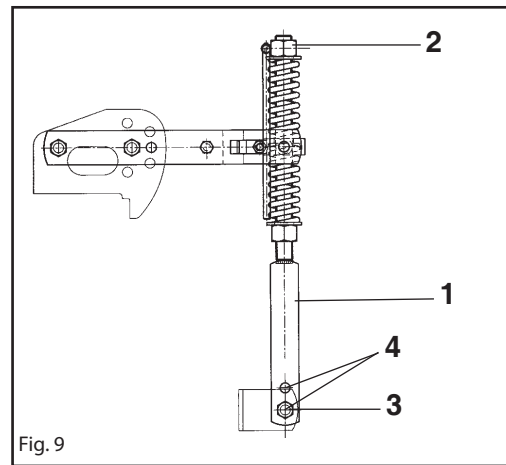

Fig. 9
- 6 - Il martinetto a molla (1 Fig. 9) oltre a sostenere la lamiera livellatrice ed ammortizzarla nel trasporto su strada, serve a evitare il ribaltamento della macchina durante il parcheggio.
La regolazione del precarico sulla molla si effettua avvitando e svitando il dado superiore (2 Fig. 9), agendo con l'apposita leva.
A seconda della posizione, determinata del bullone (3 Fig. 9) sui vari fori posti nel martinetto (4 Fig. 9) si riesce ad aumentare o diminuire l'effetto della lamiera livellante sul terreno.
- 6 - Besides supporting the levelling plate and acting as a shock absorber for it during road transport, the spring ram (1 Fig. 9) prevents the machine from overturning when parking. To adjust the spring pre-loading, screw or unscrew the upper nut (2 Fig. 9) using the spring adjuster. The effect of the levelling plate on the soil can be increased or decreased depending on the position, established by the position of the nut (3 Fig. 9) in the various holes in the ram (4 Fig. 9).
- 6 - Le vérin à ressort (1 Fig. 9) sert de soutien à la tôle de nivellement et de suspension pendant le transport sur route, pour éviter le basculement du cultivateur lors du stationnement. Pour régler la pression du ressort, vissez ou dévissez l'écrou supérieur (2 Fig. 9) avec la manivelle. L'effet de la tôle de nivellement sur le terrain peut être augmenté ou diminué en changeant la position du boulon (3 Fig. 9) dans les différents trous du vérin (4 Fig. 9).
- 6 - Die Federwinde (1 Abb. 9) trägt nicht nur das Planierschild und dient beim Straßen-transport zur Dämpfung von Stößen, sondern sie soll auch verhindern, daß die Maschine während des Parkens umkippt. Um die Feder zu verstellen, verschrauben oder aufschrauben Sie die obene Mutter (2 Abb. 9) mit dem Spindel. Je nach der Position, die durch der Mutter (3 Abb. 9) in den verschiedenen Löchern des Windenrohres (4 Abb. 9) festgelegt wird, kann die Wirkung des Planierschildes auf den Boden erhöht oder verringert werden.
- 6 - Пружинный домкрат (1 Рис. 9.) кроме поддержки выравнивающей пластины и ее амортизации при транспортировке по дороге, служит для избегания опрокидывания фрезы почвенной навесной при парковке. Во время работы и транспортировки по дороге, шплинт (2 Рис. 9.) убирается из трубы домкрата и оставляется в свободном положении. В зависимости от положения, установленного шплинтом (3 Рис. 9.) в одном из отверстий трубы домкрата (4 Рис. 9.), возможно увеличение либо уменьшение эффекта выравнивающей пластины на почве.